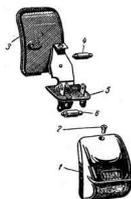

Рис. 21. Детали заднего фонаря:
**Задний фонарь** (рис. 21). Задний фонарь имеет наружный корпус 1 со светофильтрами и основание 5 с патронами для двух ламп 4 и 6.